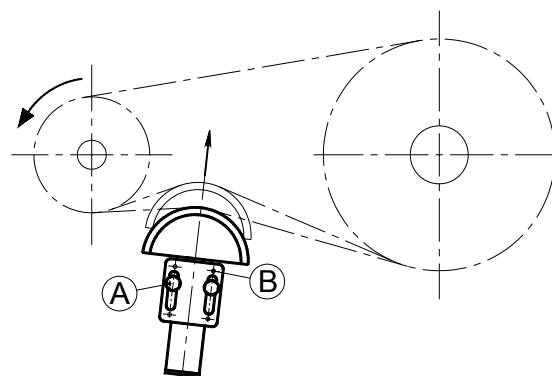

fig 1
I tenditori Ten Bloc sono fissati alla carpenteria della macchina mediante viti M8 pos (A) di fig.1, che sono inserite in asole di larghezza 9mm presenti sul corpo.
Su uno dei due lati del corpo scatolare sono presenti, inoltre, quattro nicchie che fungono da centrini nel caso in cui l'utilizzatore volesse forare il corpo per incrementare il fissaggio del tenditore mediante spine o viti M6 pos (B) di fig.1.
*Ten Bloc tensioners are fixed to the structure of the machine by M8 screws, positioning (A) of figure 1, that are put in slots with length 9mm present on the body.*
*On one of the two sides of the box body there are also four hollows that can be used as marks if the user want to drill the body in order to increase the fixing of the tightener by pins or M6 screws, positioning (B) of figure 1.*